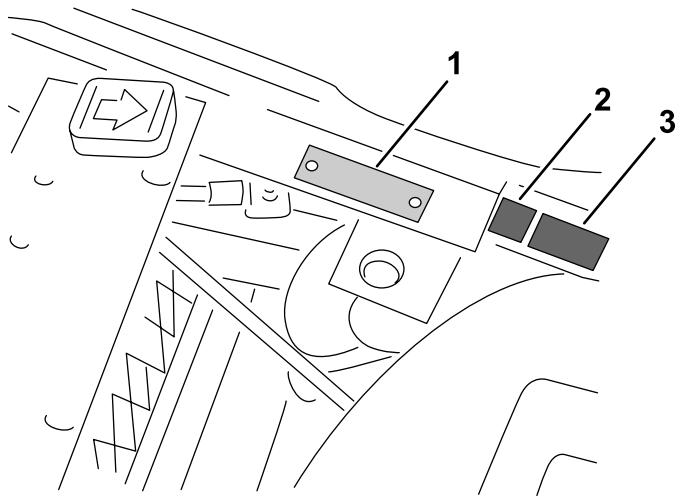

Bild 11
- Bringen Sie den CE-Kennzeichnungsaufkleber und den Aufkleber für das Herstellungsjahr in der Nähe der Seriennummernplatte an der Fußplattform-Stütze an (Bild 11).